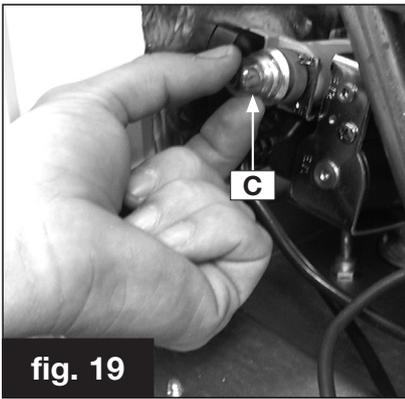

fig. 19
- girando in senso ORARIO il dado K (esterno) la pressione agli ugelli aumenta, girando in senso ANTIORARIO la pressione agli ugelli diminuisce (fig.19);